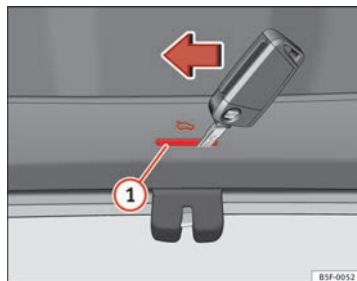

Fig. 58 Detalle del maletero: acceso al desbloqueo de emergencia
- Retire la tapa por la ranura con ayuda de un destornillador ⇒ fig. 58 [A].
- Introduzca la llave en el orificio previsto y gírela en el sentido de la flecha hasta liberar el pestillo ⇒ fig. 58 [B]. ■